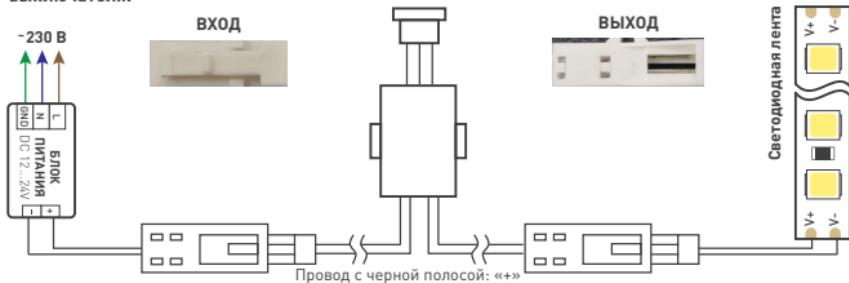

Рисунок 4. Схема подключения датчика SR-PRIME
- 3.4. Соблюдая полярность, подключите светодиодную ленту к выходу датчика (рис. 4).
- 3.5. Соблюдая полярность, подключите источник питания к входу датчика (рис. 4).